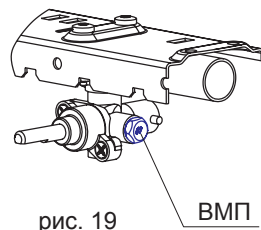

рис. 19 ВМП
25.2. Проведение замены винтов малого пламени (ВМП) в кранах горелок стола (рис. 19):